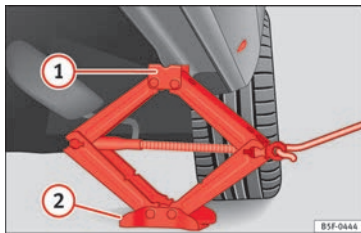

Abb. 84 Wagenheber anbringen
• Drehen Sie die Kurbel des unter dem Aufnahmeort des Längsträgers befindlichen Wagenhebers*, bis sich die Nase **①** »» **Abb. 84** unter der vorgesehenen Einföhrung befindet.
• Richten Sie den Wagenheber* so aus, dass sein Aufnahmehorn **①** in die dafür vorgesehene Aufnahme am Unterholm „greift“ und die bewegliche Grundplatte **②** plan auf dem Boden aufliegt. Die Grundplatte **②** muss sich dabei senkrecht unter dem Aufnahmeort **①** befinden.